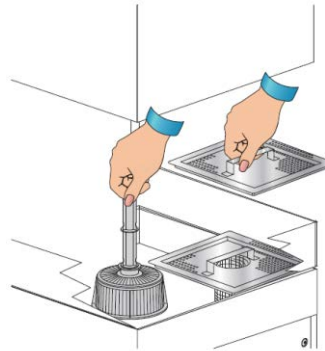

Fig 5.1.1
- 1 Plaats het filter mandje in de speciale zitting in de wastank (fig 5.1.1)